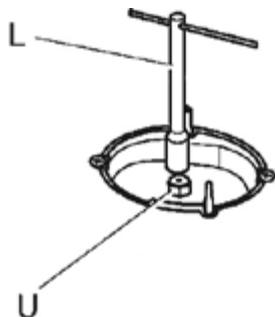

Fig. 5
- Con una chiave diritta L svitare l'ugello U (**fig. 5**) e sostituirlo con quello corrispondente.